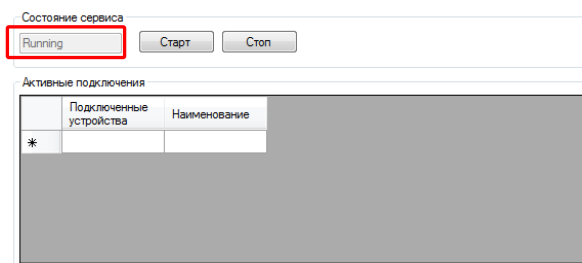

Рисунок 8.7 - Сервер запущен
9. Если сервер запущен, должно появиться следующее сообщение, рисунок 8.7.